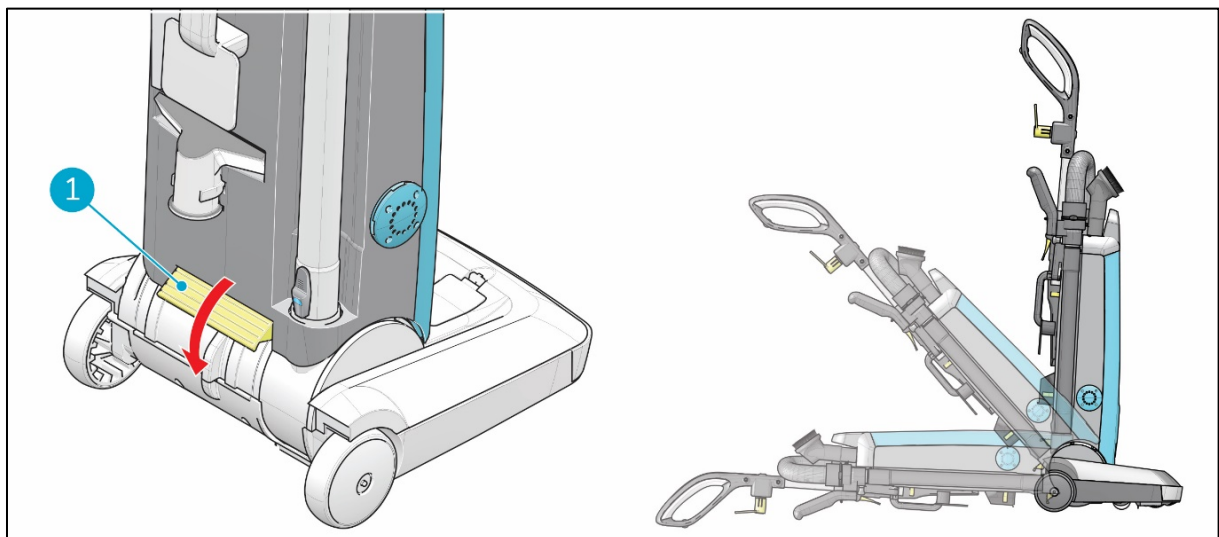

Figure 16
1. Appuyez sur l'interrupteur de position (Figure 16, pos. 1) pour libérer le corps principal de l'i-vac 30UR de sa position verticale.